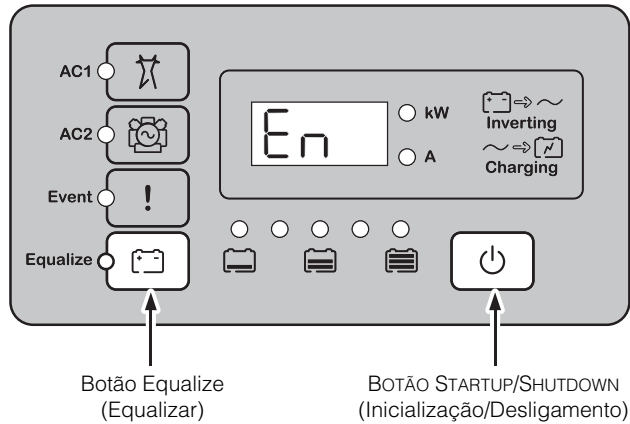

Figura 3-18 Modo Enabled (Ativado)
- ◆ no painel de informações do inversor, pressione simultaneamente o botão STARTUP/SHUTDOWN (Inicialização/Desligamento) e o botão Equalize (Equalizar). O Conext XW+ agora está ativado, e **En** (enabled - ativado) é exibido rapidamente no painel de informações do inversor, conforme mostrado na Figura 3-18.